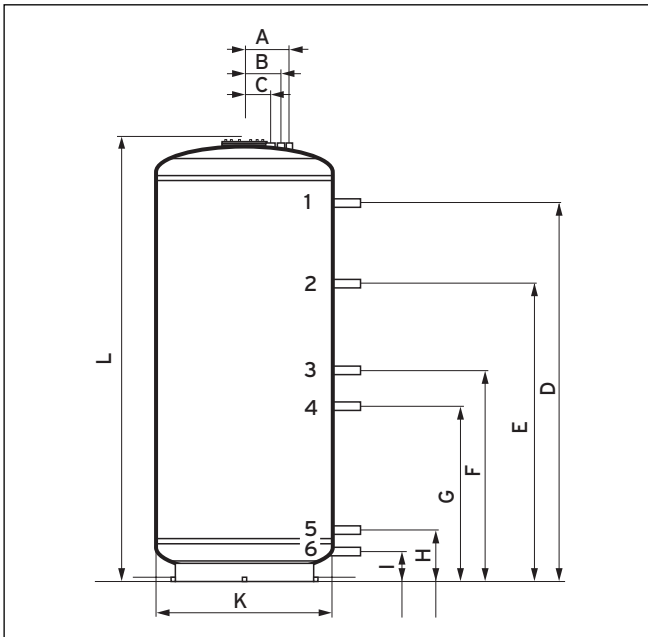

Fig. 4.1 Misura di raccordo del bollitore combinato auroSTOR VPS SC 700
- ▶ Montare un raccordo a T con rubinetto a sfera sul collegamento dell'ingresso del rialzo temperatura (**6**, fig. 4.1), in modo da poter riempire o svuotare il bollitore.
- ▶ Montare la tubazione per l'ingresso del rialzo temperatura (**6**, fig. 4.1) del bollitore combinato.
- ▶ Montare la tubazione per l'uscita del rialzo temperatura (**2**, fig. 4.1) del bollitore combinato.
- ▶ Montare la tubazione per la mandata solare (**4**, fig. 4.1) del bollitore combinato.
- ▶ Montare la tubazione per il ritorno solare (**5**, fig. 4.1) del bollitore combinato.